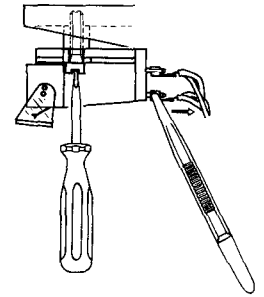

Fig. 2
- Mit einer Pinzette die Tonfrequenzanschlüsse (Fig. 2) abziehen (Falls diese verklemmt sind, können sie mit einem kleinen Messer gelockert werden.)
- Pull off the audio connections with the aid of tweezers (fig. 2). If the terminals are seated too tight, use the blade of a small knife to loosen them
- Retirez les fils de modulation du phonocapteur avec une pincette (fig. 2). Si les fiches sont collées, débloquez-les à l'aide d'un petit couteau